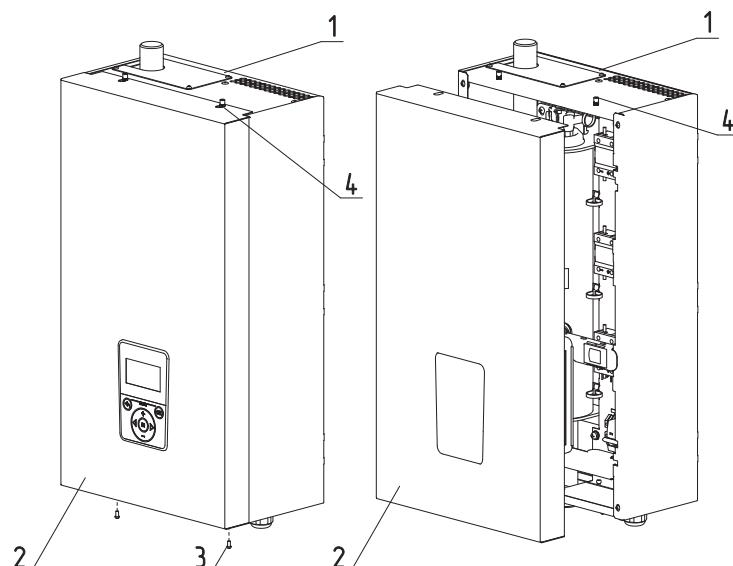

Рис.19 Снятие кожуха
- выкрутить болты крепления (**Рис.19, поз.3**);
- переместить кожух вверх, сняв с зацепов (**Рис.19, поз.4**);